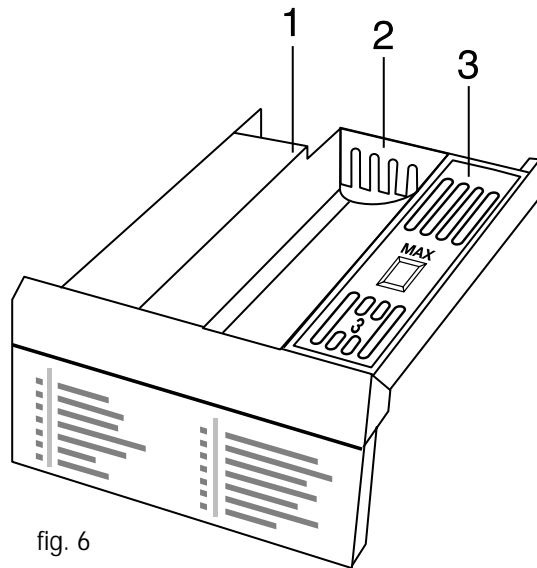

fig. 6
Le tiroir-réservoir à produits lessiviels comporte trois compartiments fixes (voir fig. 6):
- Vous pouvez retirer le tiroir-détergent (fig. 6).
- Ouvrir le hublot, introduire le linge dans la machine (11).
- Veillez à ce que la quantité* d'adoucissant ne dépasse pas le signe MAX indiqué (fig. 6:3) dans le réservoir (* regardez les indications sur l'emballage).